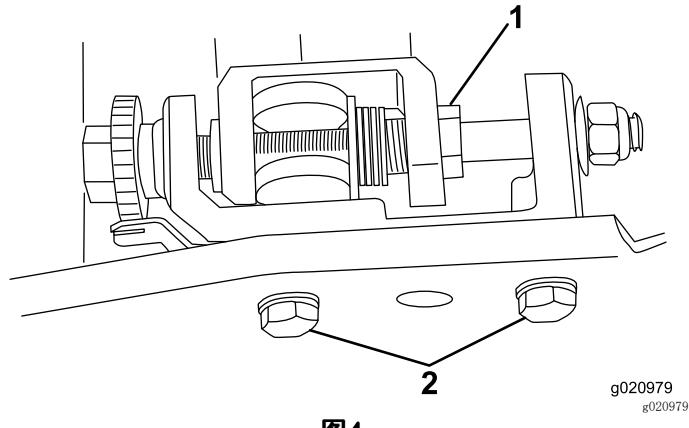

图4
- A. 使用 $7/8$ 英寸的标准扳手，拧松右和左底刀调节器上的弹簧张力螺丝（图4）。
- C. 卸下将左底刀架调节器架固定到侧板上的 2 个螺栓和垫圈（图4）。
- 如果您打算将此套件安装到序列号在 230999999 之前的 Greensmaster 800 剪草机、序列号在 229999999 之前的 Greensmaster 1000 剪草机或序列号在 260001401 之前的 Greensmaster 1600 剪草机上，请使用之前卸下的螺栓和垫圈，将左底刀架调节器架安装到侧板上（图4）。